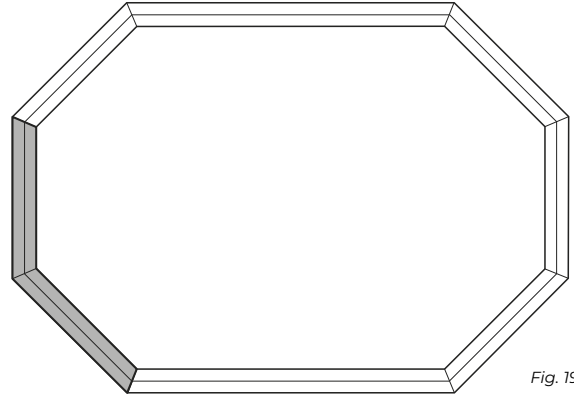

Fig. 19
- De randen zijn aanwezig (fig.19) (in stap 1 had u deze verwijderd).